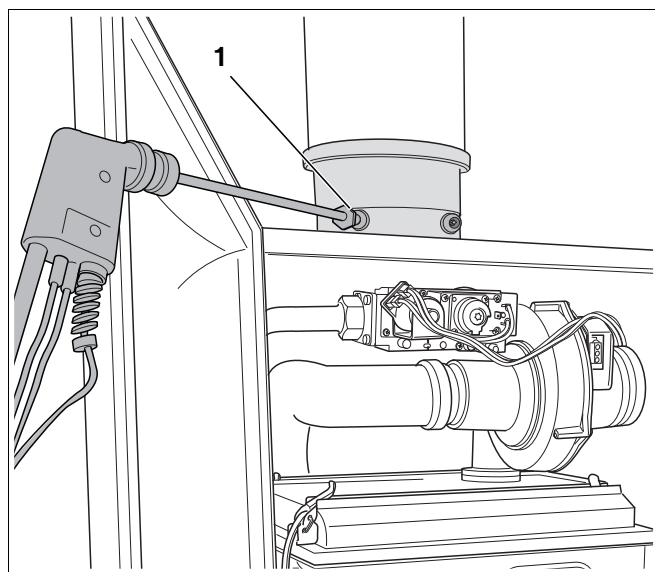

Fig. 71 Misurazione del tenore di monossido di carbonio
- Rimuovere la copertura sul punto di misurazione dei gas combusti (fig. 71, pos. 1).
- Collegare il dispositivo di misurazione-analisi gas nel punto di misurazione sinistro (fig. 71).
- Misurare il tenore di monossido di carbonio nel punto di misurazione per gas combusti (fig. 71).
- Rimuovere il dispositivo di misurazione-analisi gas, rimontare la copertura sul punto di misurazione dei gas combusti (fig. 71, pos. 1).